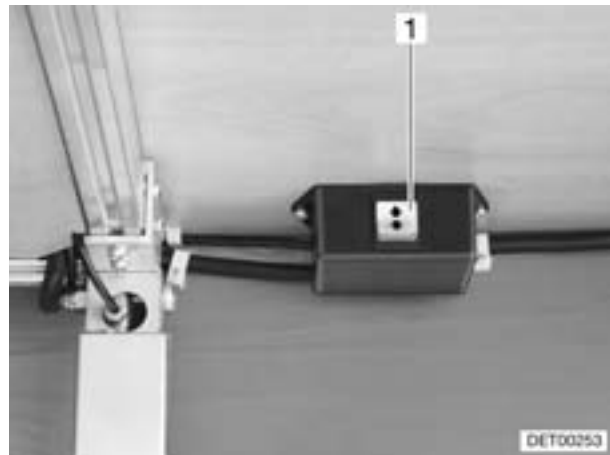

Bild 81 Bedienschalter elektrisch absenkbares Heckbett
- Den Wippschalter (Bild 81,1) in der Heckgarage oben drücken und so lange gedrückt halten, bis sich das Bett in der gewünschten Position oder am Endanschlag befindet.
- Den Wippschalter (Bild 81,1) in der Heckgarage unten drücken und so lange gedrückt halten, bis sich das Bett in der gewünschten Position oder am Endanschlag befindet.